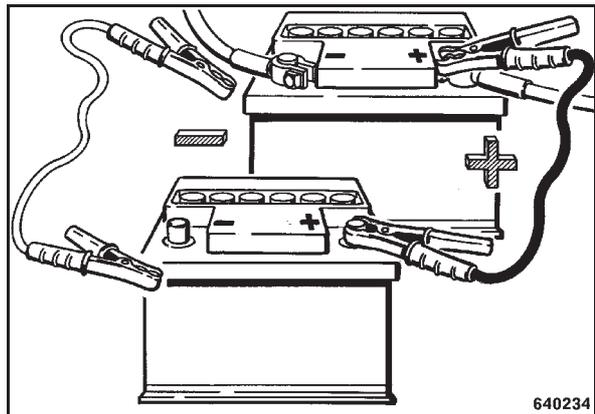

Bild 42
- Beim Starten mit einer Hilfsbatterie zuerst Pluspole (Bild 42) verbinden, danach Minuspole (Massekabel) verbinden.